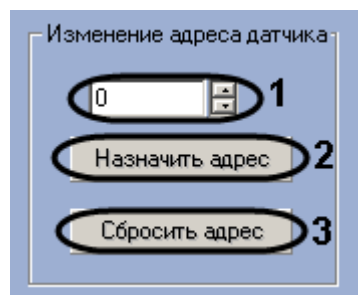

Рис. 3.8—1 Изменение адреса датчика
1. Перейти на панель настроек датчика (Рис. 3.8—1).
2. В поле (см. Рис. 3.8—1, 1) ввести с помощью кнопок **вверх-вниз** новый адрес датчика.
3. Нажать на кнопку **Назначить адрес** (см. Рис. 3.8—1, 2).
4. В случае, если необходимо установить адрес датчика равным нулю, нажать на кнопку **Сбросить адрес** (см. Рис. 3.8—1, 3).